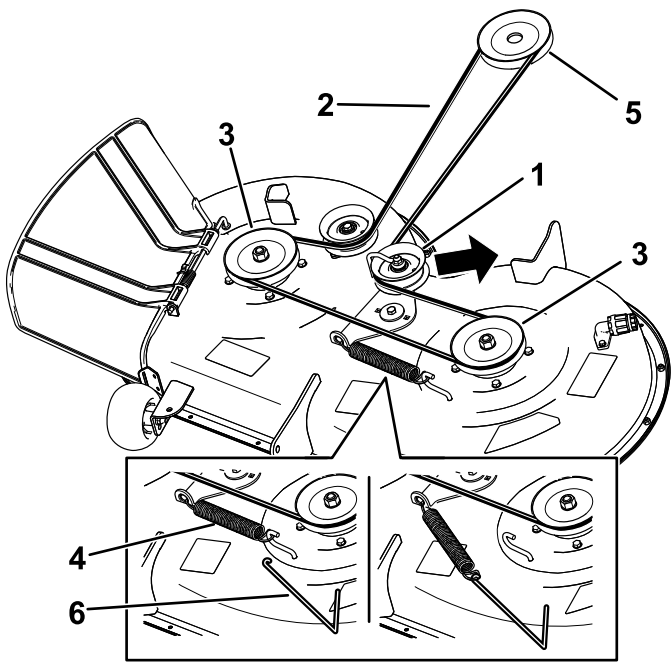

Figura 57
7. Utilize um removedor de molas (Peça Toro n.º 92-5771) para remover a mola intermédia do gancho da plataforma para retirar tensão da polia intermédia e rode a correia para fora das polias (Figura 57).
8. Coloque a nova correia em redor da polia do motor e nas polias do cortador (Figura 57).
9. Utilizando um removedor de molas (peça Toro n.º 92-5771), instale a mola intermédia por cima do gancho da plataforma para colocar tensão na polia intermédia e na correia do cortador (Figura 57).